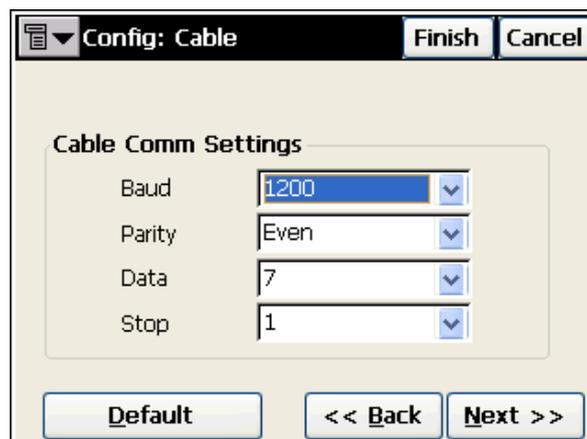

Рисунок 3-49. Настройка: Кабель
5. Выберите настройки соединения с помощью кабеля в окне **Config: Cable**: Скорость передачи, Равенство, число битов данных, и число стоп-битов, после чего нажмите **Next (След)** (рис. 3-49).